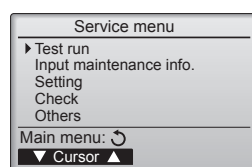

Fig. 7-1
- 1 Қызмет көрсету мәзірінен «Test run» (Сынақты жүргізу) пәрменін таңдаңыз және [ТАҢДАУ] түймесін басыңыз. (Fig. 7-1)